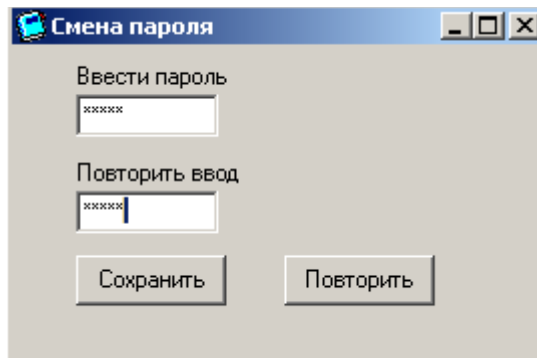
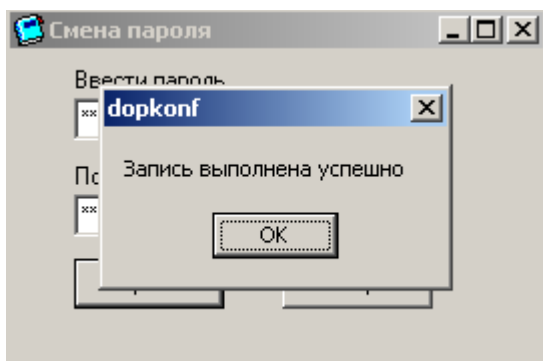
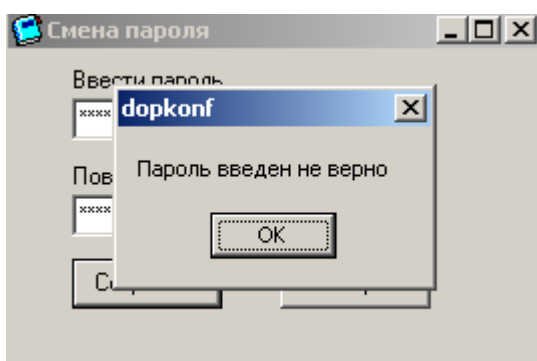

Рисунок 4.44
Рисунок 4.45
Рисунок 4.46
4.7.2 Ввести новый пароль на панели «Ввести пароль» и «Повторить ввод» (рисунок 4.44). Затем нажать на кнопку «Сохранить». Если введенные символы пароля на обеих панелях совпадают, то отобразится сообщение «Запись выполнена успешно» (рисунок 4.45). В противном случае – «Пароль введен неверно» (рисунок 4.46).